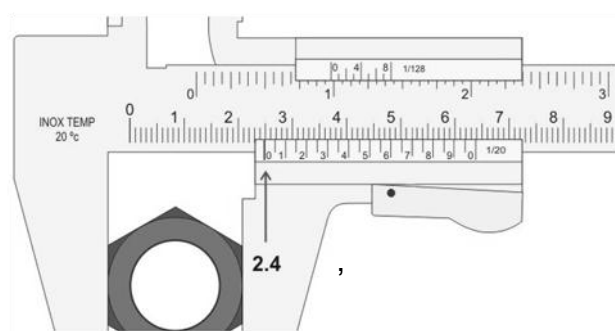

Figura 6. Leitura da escala fixa num exemplo de medida de diâmetro externo.
3. Leia, na escala fixa, o número de centímetros inteiros (à esquerda do zero do nônio), como ilustra a Figura 6.